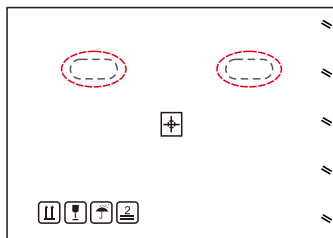

Figura 3.4 As alças usadas para mover o inversor são mostradas com um círculo vermelho
1. Os círculos vermelhos abaixo indicam recortes na embalagem do produto. Empurre os recortes para formar alças para mover o inversor (consulte a Figura 3.4).